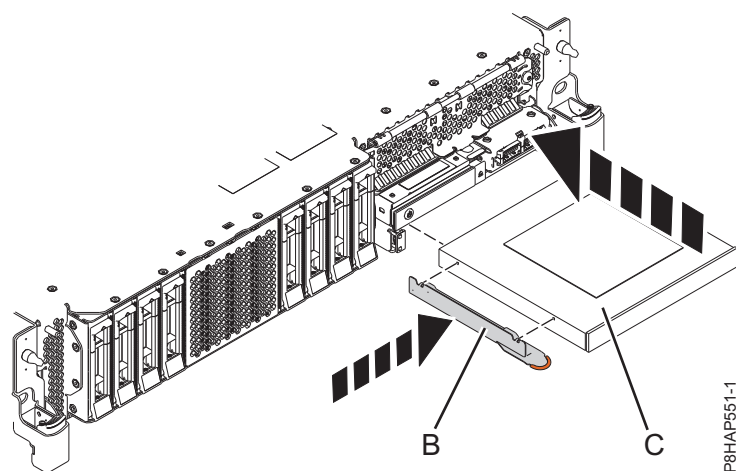
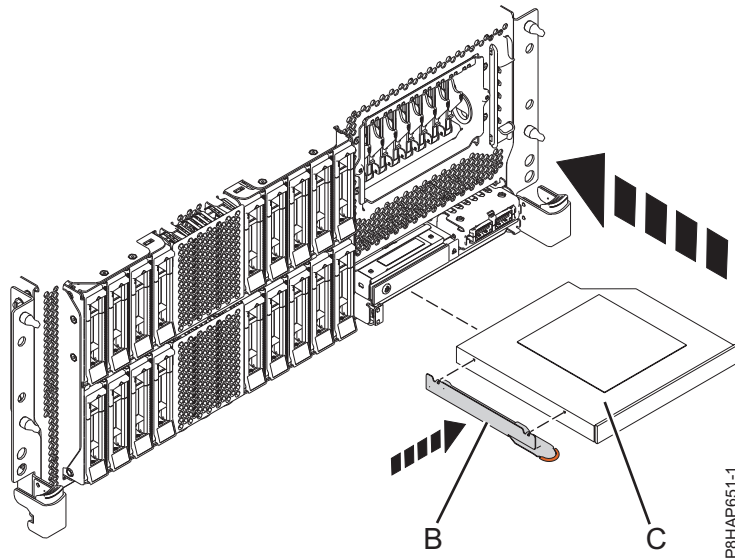
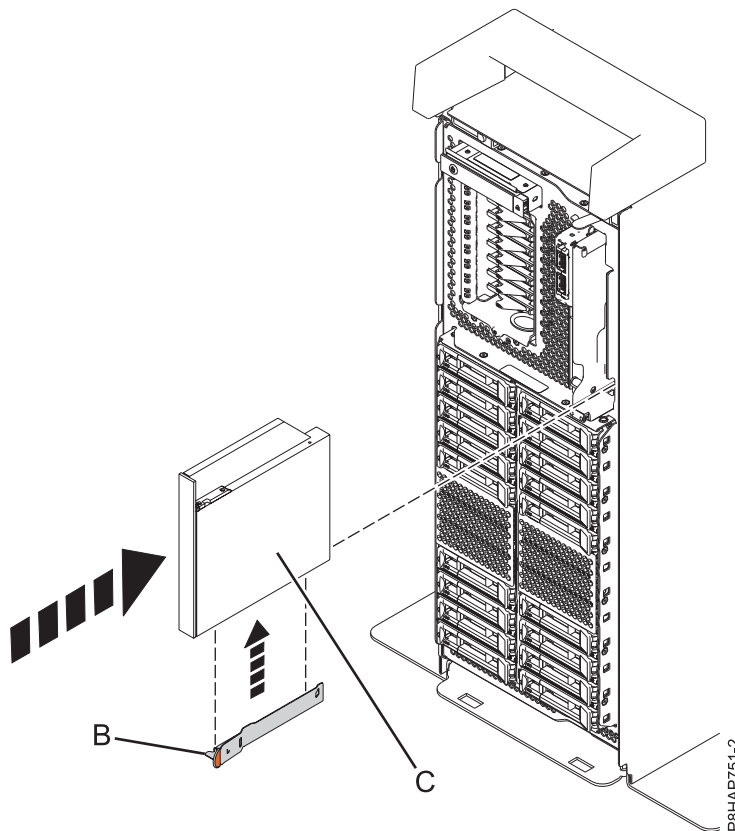

図 50. 5148-21L、5148-22L、 8247-21L、8247-22L、8284-21A、または 8284-22A システムにおけるスリムライン・メディア・デバイスの取り替え
図 51. ラック・マウント型 8247-42L、8286-41A、または 8286-42A システムにおけるスリムライン・メディア・デバイスの取り替え
図 52. スタンドアロン型システムにおけるスリムライン・メディア・デバイスの取り替え
5. 障害のあるスリムライン・メディア・デバイスから取り外した保持ブラケット (B) を取り出します。
6. 5148-21L、5148-22L、 8247-21L、8247-22L、8284-21A、または 8284-22A システムについては 図 50 を、ラック・マウント型 8247-42L、8286-41A、または 8286-42A システムについては 64 ページの図 51 を、また、スタンドアロン型 8286-41A システムについては 64 ページの図 52 を参照してください。
5148-21L、5148-22L、 8247-21L、8247-22L、8284-21A、または 8284-22A システムについては 図 50 を、ラック・マウント型 8247-42L、8286-41A、または 8286-42A システムについては 64 ページの図 51 を、また、スタンドアロン型 8286-41A システムについては 64 ページの図 52 を参照してください。